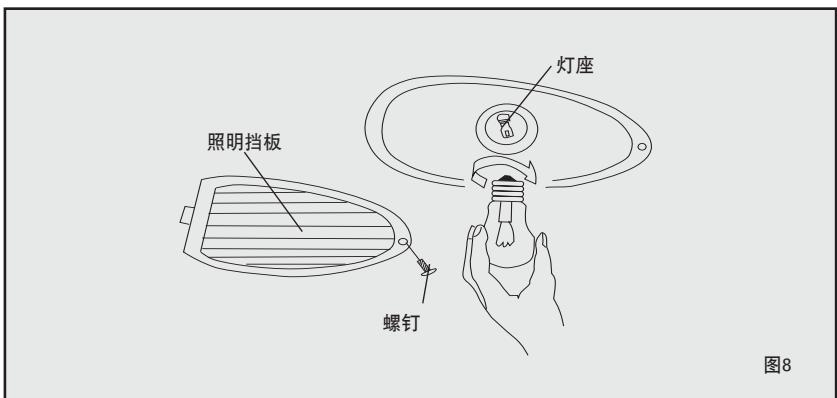

图8
- 3、旋下要更换的灯泡，重新装入新的螺口小灯泡。灯泡功率不得大于25W（如图8）。